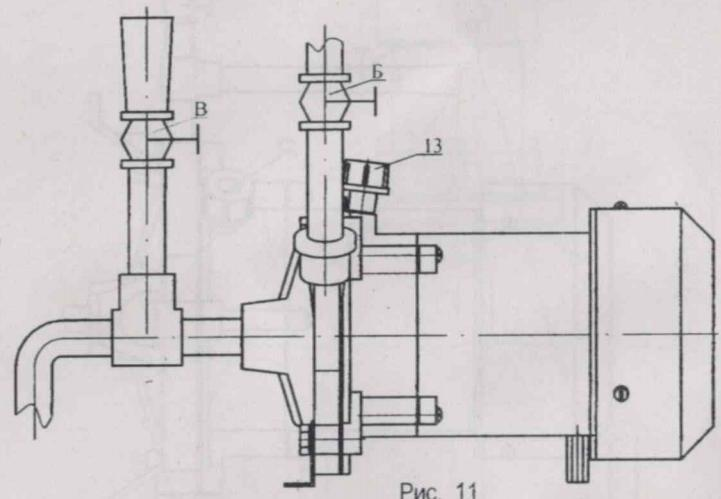

Рис. 11
1.7.2 Рекомендуемые схемы заливки водой электронасоса горизонтального исполнения перед запуском приведены на рис.11 и 12. Предпочтение отдается схеме заливки, указанной на рис.12.